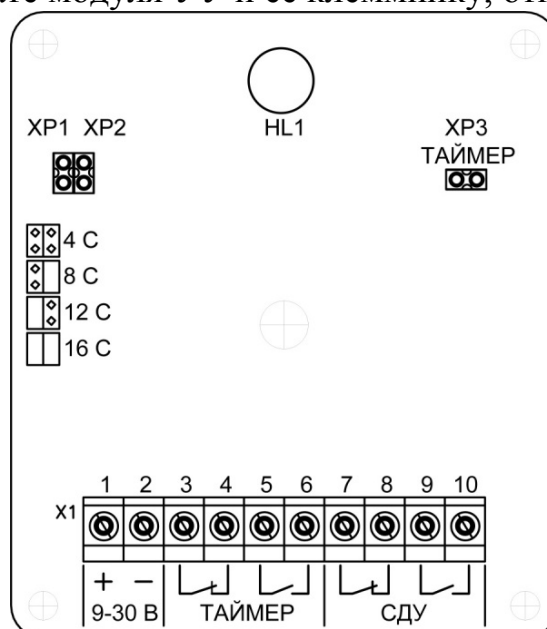

Рисунок 6 - Печатная плата модуля УУ с устройством задержки с расположением клемм и переключек
- подключить УУ к внешним приборам (рисунок 6) к контактам 7-8 или 9-10 клеммника (в зависимости от проекта), при этом питание на плату подавать не нужно.
– подключить УУ к внешним приборам (рисунок 6) к контактам 3-4 или 5-6 клеммника (в зависимости от проекта);